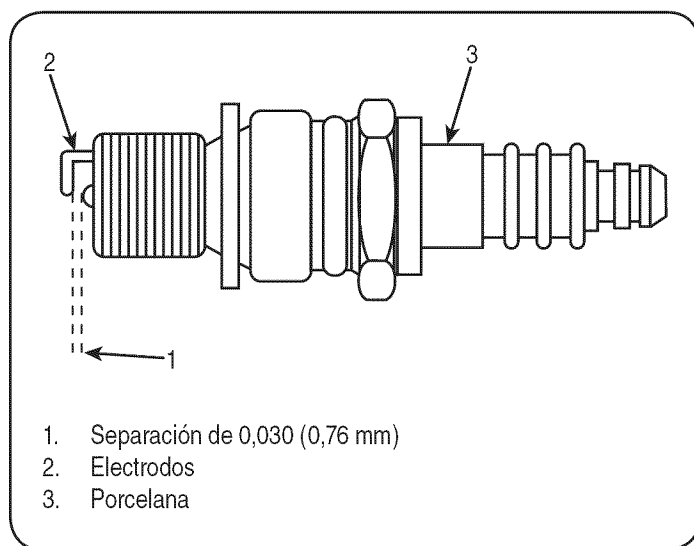

Figura 26
4. Compruebe la separación de electrodos con un calibre de separación de alambre y fije la separación en 0,030 pulgadas. Vea la Figura 26.